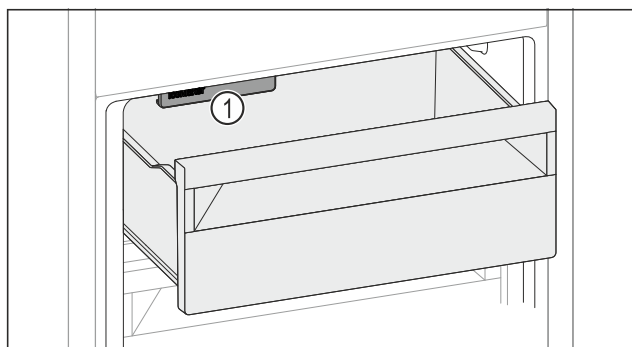

Fig. 101
- ▶ Uwzględnić IceMaker Fig. 101 (1).